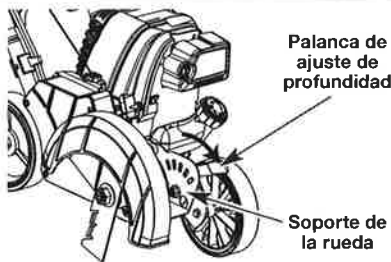

Fig. 14
1. Aparte ligeramente la palanca de ajuste de profundidad de la guía de la rueda (Fig. 14).
2. Para elevar la cuchilla de corte, mueva la palanca hacia el frente del soporte de la rueda (Fig. 14). Bajar la rueda disminuye la profundidad de corte.